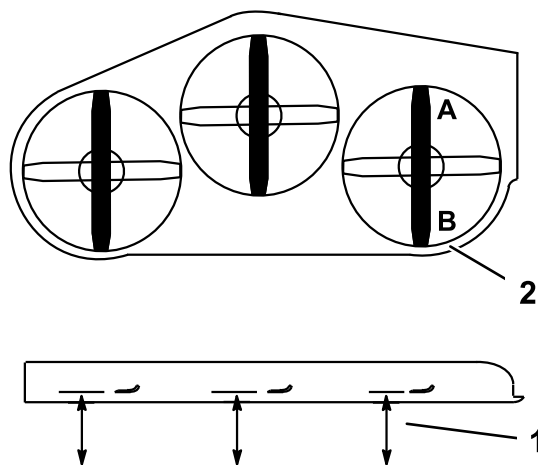

Figura 94
- Coloque la cuchilla **derecha** en posición longitudinal (Figura 94).
- Mida la cuchilla derecha en la posición **A** desde una superficie nivelada hasta el filo de corte del extremo de la cuchilla (Figura 94).
- Mida la cuchilla derecha en la posición **B** desde una superficie nivelada hasta el filo de corte del extremo de la cuchilla (Figura 94).
- La cuchilla del cortacésped debe estar entre 6 y 10 mm ($\frac{1}{4}$ " y $\frac{3}{8}$ " más baja en la posición que en la posición **B** (Figura 94). Si la distancia no es correcta, continúe con los pasos siguientes.